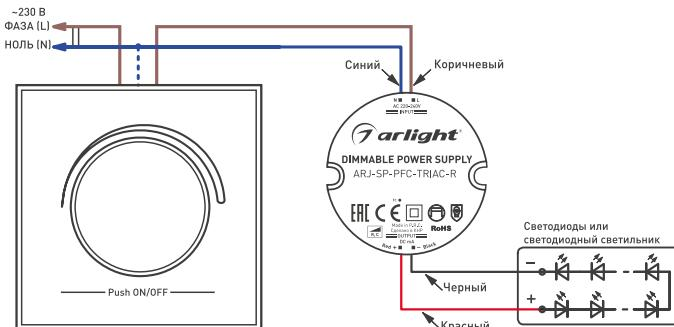

Рис. 1. Подключение источника тока
- 3.5. Подключите входные провода в соответствии со схемой, приведенной на рис. 1. Если у светорегулятора есть клемма для подключения нулевого провода (N), подключите его. На рисунке это соединение обозначено пунктиром. При подключении светорегулятора руководствуйтесь схемой, приведенной в его инструкции.
- ↗ Учтите, что светорегуляторы характеризуются максимальной и минимальной мощностью нагрузки. Минимальная мощность нагрузки светорегулятора обычно составляет примерно 10–20% от максимальной и должна быть указана в документации к светорегулятору. Уточните параметры вашего светорегулятора и убедитесь, что мощности подключаемых светодиодных источников света достаточно для работы светорегулятора. Хорошо, если светорегулятор имеет клемму для подключения нулевого проводника (N). Подключение по схеме «снейтралью» способствует стабильной работе светорегулятора при малой нагрузке. На рис. 1 такое подключение обозначено пунктиром.